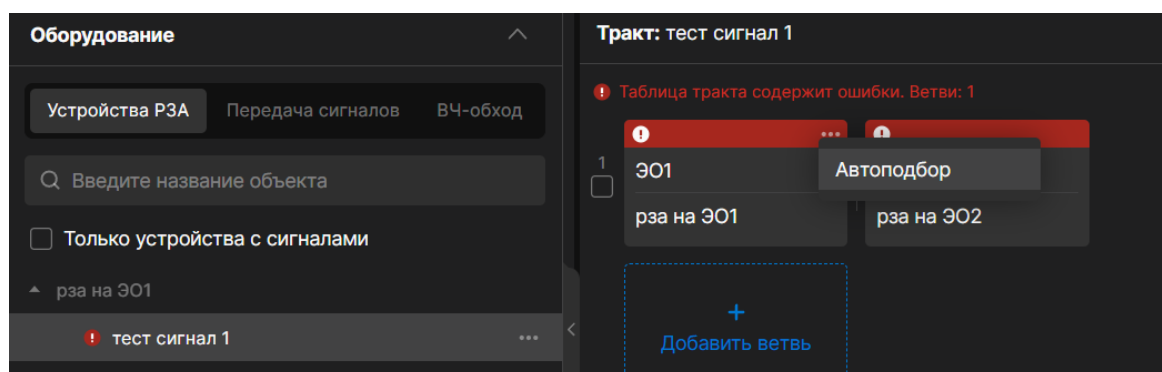

Рисунок 5.37 Выбор действия «Автоподбор» в контекстном меню для блока с типом «Источник сигнала»
3. создать сигнал с данными по источнику сигнала и месту реализации сигнала (п. 5.2.11), открыть таблицу тракта сигнала. В таблице тракта сигнала у блока с типом «Источник сигнала» вызвать контекстное меню и выбрать действие «Автоподбор» (Рисунок 5.37). При выполнении действий в таблицу тракта в ветвь автоматически подставляются подобранные блоки, если они были найдены по логике автоподбора (Таблица 5.4);